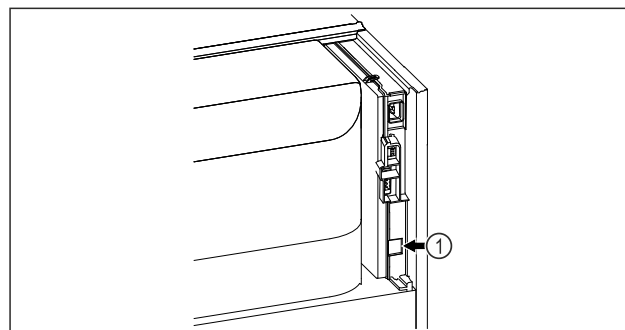

Fig. 171
- SmartModule Fig. 171 (1) ir ievietots.